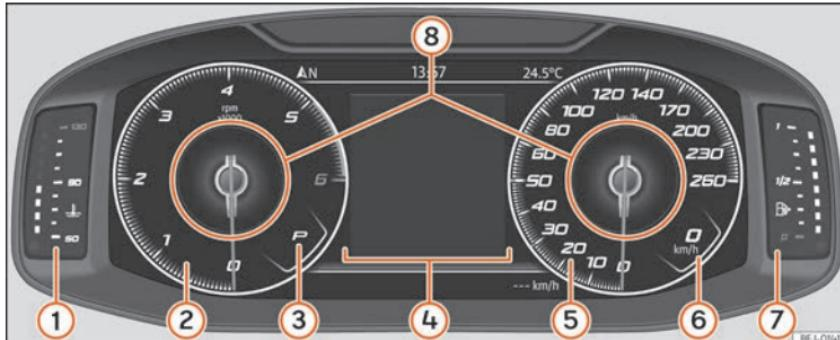

Fig. 67 SEAT Digital Cockpit en el tablero de instrumentos (vista clásica).
En las vistas **Clásica** y **Navegación** se tiene la posibilidad de personalizar la información que aparece en **Perfiles de información** »» **fig. 67 ⑧**.
»» **fig. 67.**